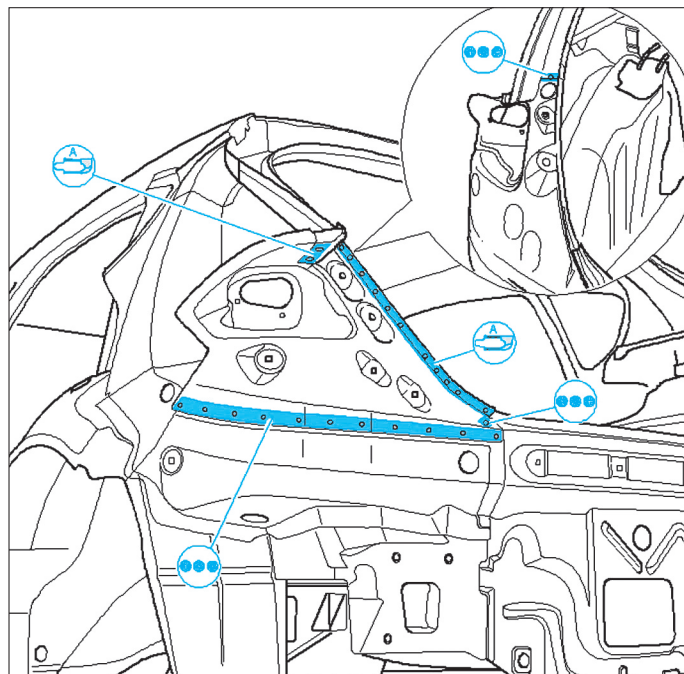

FIG. 60
- Positionner la pièce et l'immobiliser après avoir contrôlé l'alignement (Fig.60).